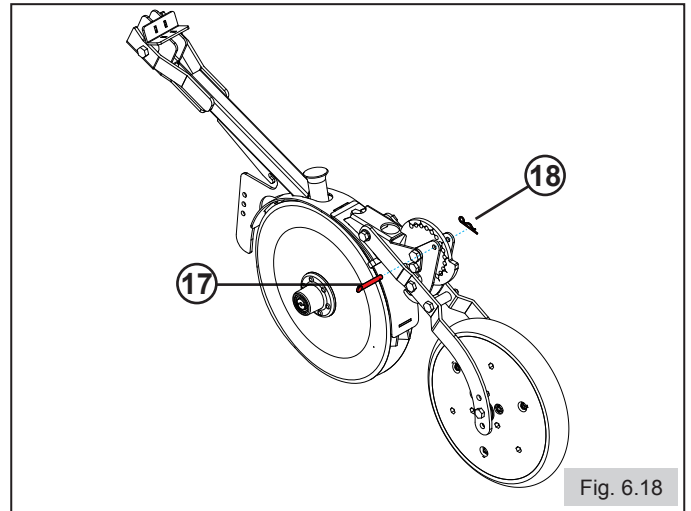

Fig. 6.18
- Wyciągnąć sworzeń **17** pociągając za element **18** (Fig.6.18).
Wyznaczanie śladu na koło ciągnika (Fig.6.18).